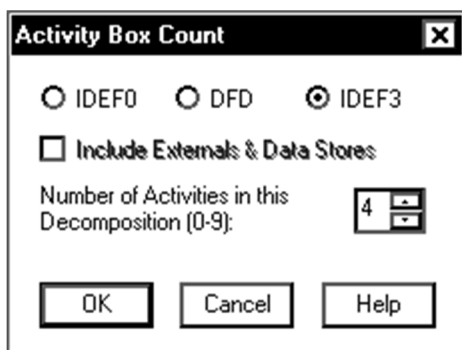

Рис. 20. Количество работ
3. Нажмите кнопку перехода на дочернюю диаграмму ▼. В диалоговом окне **Activity Box Count** установите число работ 4 и нотацию ⊙ IDEF3 (рис. 20).